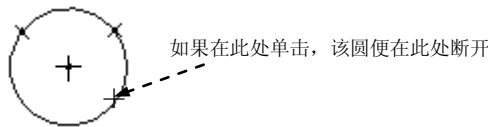

图 4.7.24 图元分割
Step2. 单击一个要分割的图元，如图 4.7.24 所示。系统在单击处断开了图元。